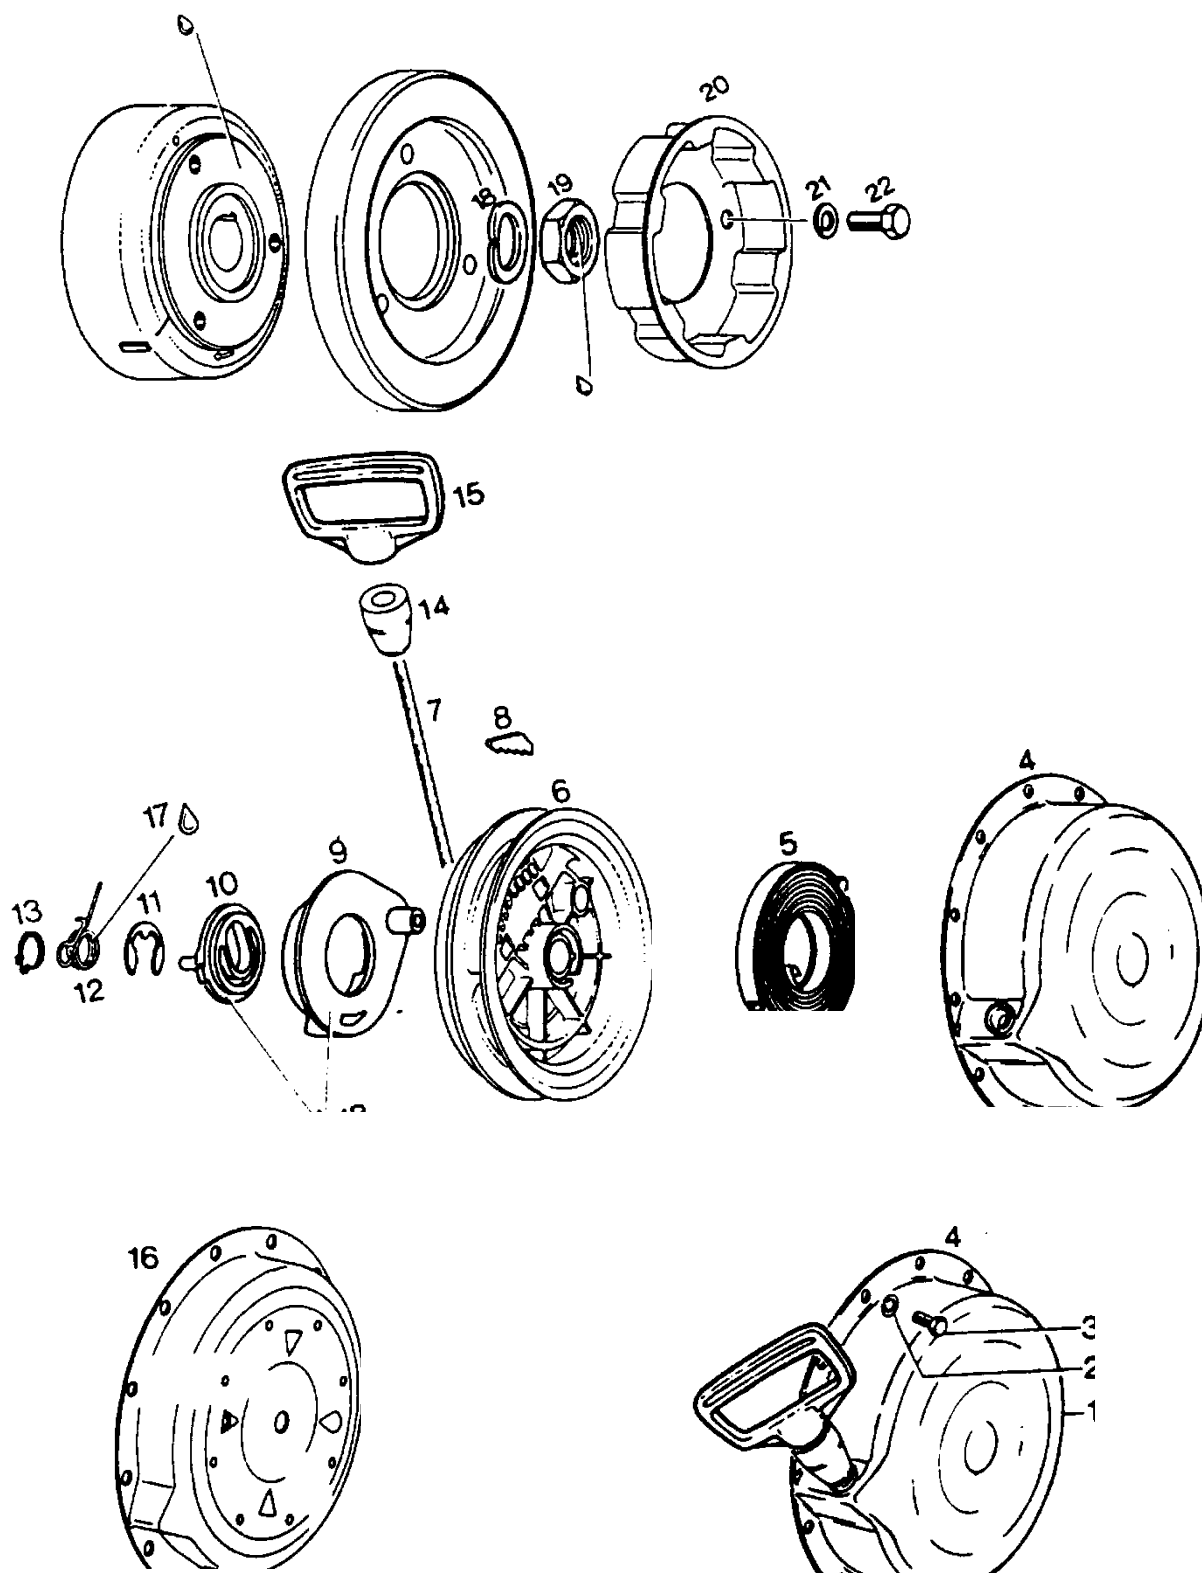

Рис. 40. Ручной стартер
Ручной стартер (рис. 40) крепится к картеру со стороны MS четырьмя болтами М6. 12 отверстий в корпусе (4) позволяют соориентировать стартер так, чтобы обеспечить выход шнура без излома. Система подвески должна обеспечить свободное движение шнура и исключить его перетирание. Для проворачивания КВ с помощью ручного стартера необходимо:
1. Выбрать свободный ход шнура, обеспечив зацепление кулачка (9) с чашкой стартера (19).